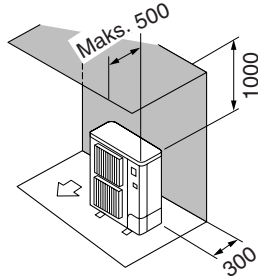

Fig. 2-3
- ② Yalnızca arkadaki ve üstteki engeller (Fig. 2-3)